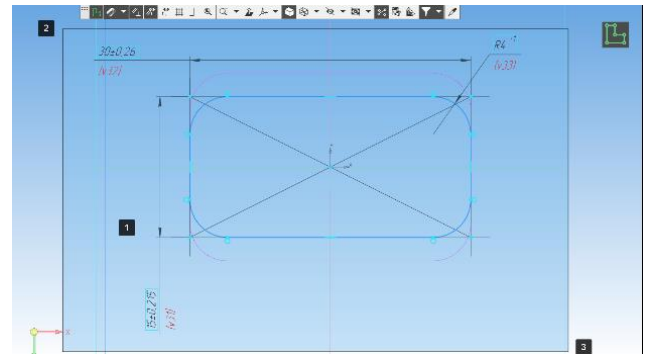

Рисунок 130 – Охватывающая рамка слева направо
При перемещении курсора (2) слева направо формируется охватывающая рамка (1). Она отображается сплошной линией и заливается голубым цветом. После того как вы отпустите кнопку мыши, будут выделены те объекты, которые попали внутрь рамки целиком (Рисунок 130).